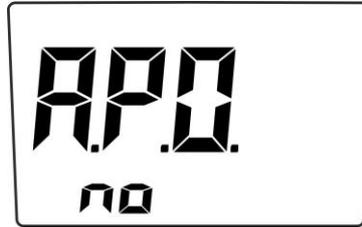

Fig. 36: Disabilitazione funzione Auto Power OFF
3. Il messaggio "A.P.O no" è mostrato a display per alcuni secondi (vedere Fig. 36), lo strumento si riaccende automaticamente e il simbolo "P" (vedere Fig. 2 – parte 14) scompare a display. La funzione si riattiva automaticamente al riavvio dello strumento